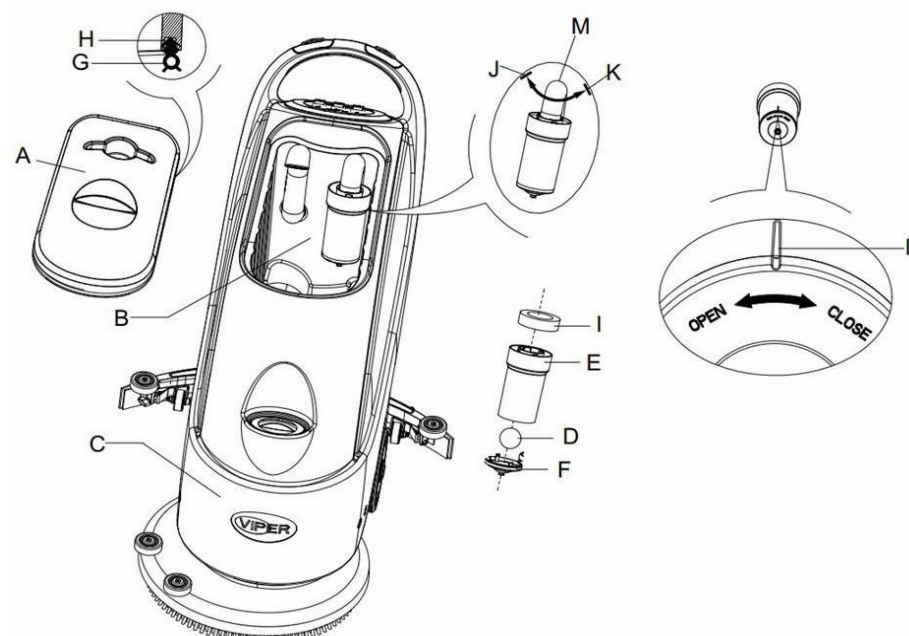

Рисунок 16
2. Нажмите кнопку включения питания (41) и установите ее в позицию “O” для отключения устройства.
3. Откройте резервуар для воды (A, Рисунок 16), и снимите поплавков устройства (36) из резервуара для грязной воды.
4. Используйте чистую воду для очистки крышки (A), резервуара (B и C), и опорной рамы фильтра-поплавка (E). Через отверстие трубы (15), слейте всю воду из резервуара.
5. При необходимости, возле символов “Open” и “Close” как показано на **рисунке 16**, отсоедините нижнюю крышку (F) от фильтра-поплавка и очистите поплавок (D), опорную раму (E), а также фильтр подушки (I). После очистки зафиксируйте фильтр-поплавков на опорной раме (E), а затем выровняйте паз (L) на нижней крышки (F) с пазом поплавкового фильтра (L) к опорной раме (E). Поверните нижнюю крышку (F) с точкой фильтра-поплавка и закрепите плотно фильтр к подушке (I) на опорную раму фильтра-поплавка (E), а затем на Вакуумную трубку (M).
6. Проверьте герметичность уплотнительного кольца (G) крышки резервуара с водой..